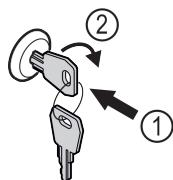

Fig. 172
- Ispauskite raktą Fig. 172 (1).
- Pasukite raktą 90° pagal laikrodžio rodyklę Fig. 172 (2).